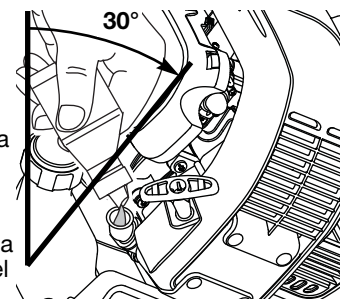

Fig. 11
- Incline el unidad 30° (Fig. 11).
- Vierta todo el contenido de la botella de aceite en el cigüeñal (Fig. 11).